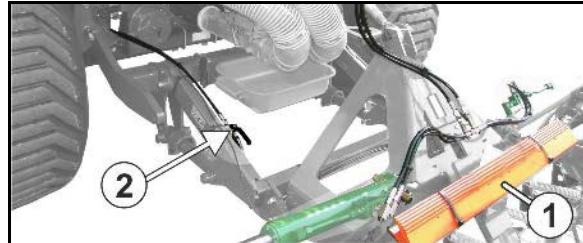

Рис. 103
3. Отверните болты Рис. 103/1).